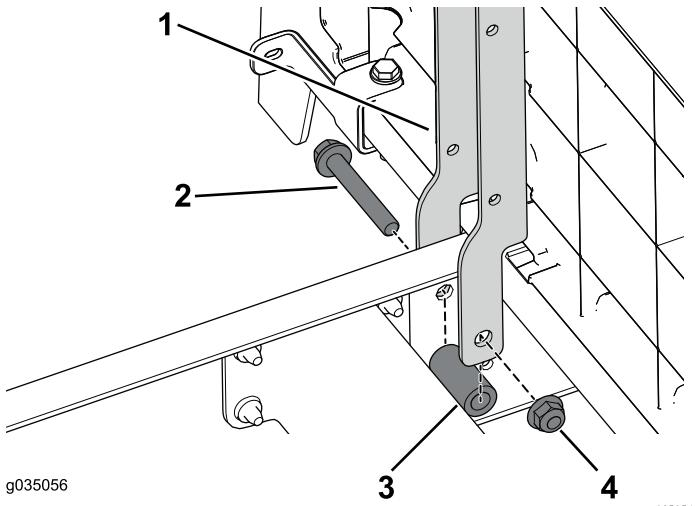

図 37
- 座席サポートを車両前部に固定するボルト 3/8 x 2-1/2 インチ2本、スペーサ、フランジナットを使う図 37。